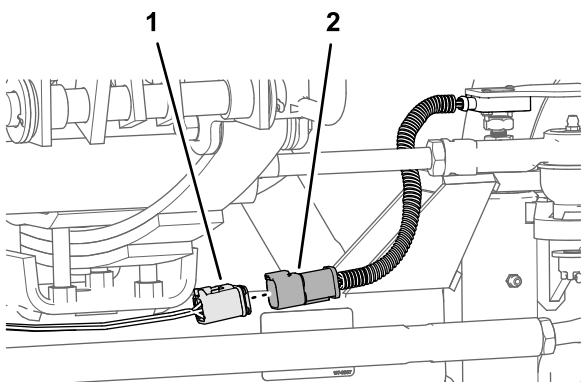

Figure 88
1. Branchez le connecteur à 6 broches du faisceau du capteur d'angle sur le connecteur à 6 douilles du faisceau du kit étiqueté WHEEL ANGLE SENSOR (Figure 88).